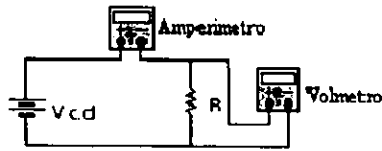

FIGURA 4
- a) Arme el circuito de la figura 4 considerando las resistencias medidas empleadas anteriormente.